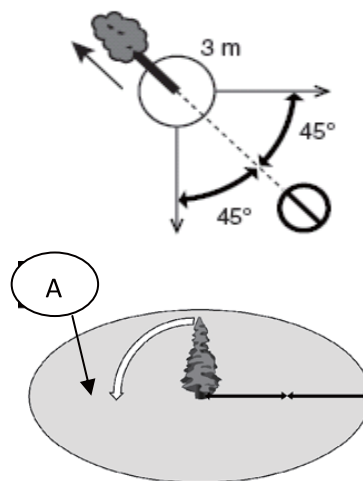

Рис. 10
8. Обязательно выберите путь к отходу. Путь отхода должен быть направлен по диагонали в сторону, противоположную направлению падения, под углом 45 градусов, и вы должны отойти минимум на 3 метра от ствола, на тот случай, если во время падения комель дерева отскочит в сторону. Зона безопасности (А) должна быть не менее 2 1/2 высоты дерева (Рис. 10).